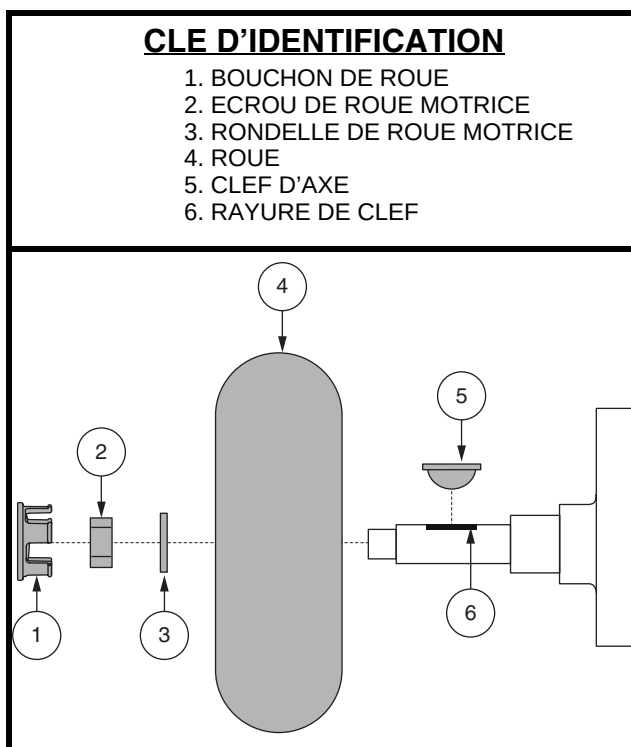

Figure 24. Enlèvement de la roue motrice
3. Enlever le bouchon de roue, l'écrou et la rondelle de roue motrice sur l'essieu. **Voir la figure 24.**
4. Retirer les écrous de la roue motrice de le moyeu. **Voir la figure 24.**
9. Glisser la nouvelle roue en place. Assurez-vous que la clef est bien ancrée dans la rayure de clef. **Voir la figure 24.**